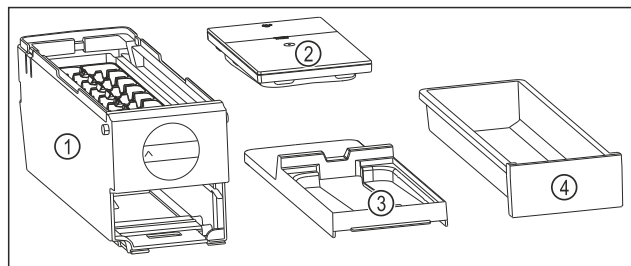

Fig. 173 EasyTwist-Ice 的组成部分
- EasyTwist-Ice 已被拆解为四部分。(参见 Fig. 173)
► 仅将 EasyTwist-Ice 拆解成所示的组成部分。(参见 Fig. 173)
► 将 EasyTwist-Ice 机身 Fig. 173 (1) 作为整体进行清洁。